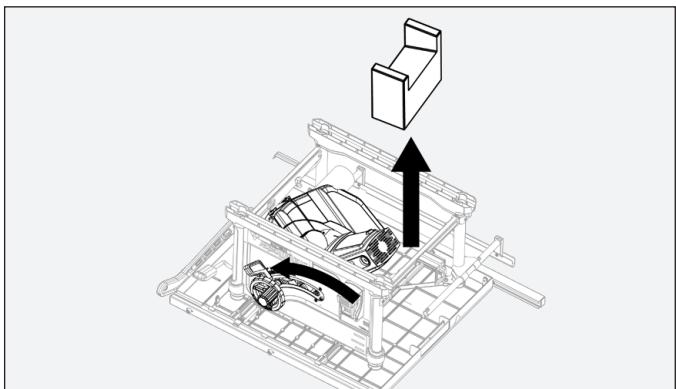

FIGURE 6
**REMARQUE :** Avant d'assembler le support avec la scie, déverrouillez le verrou de biseau, inclinez l'ensemble lame/moteur et retirez le morceau de polystyrène sous le moteur de la scie. Le verrou du biseau est la poignée située au-dessous de la roue du réglage de la hauteur de la lame (figure 6).